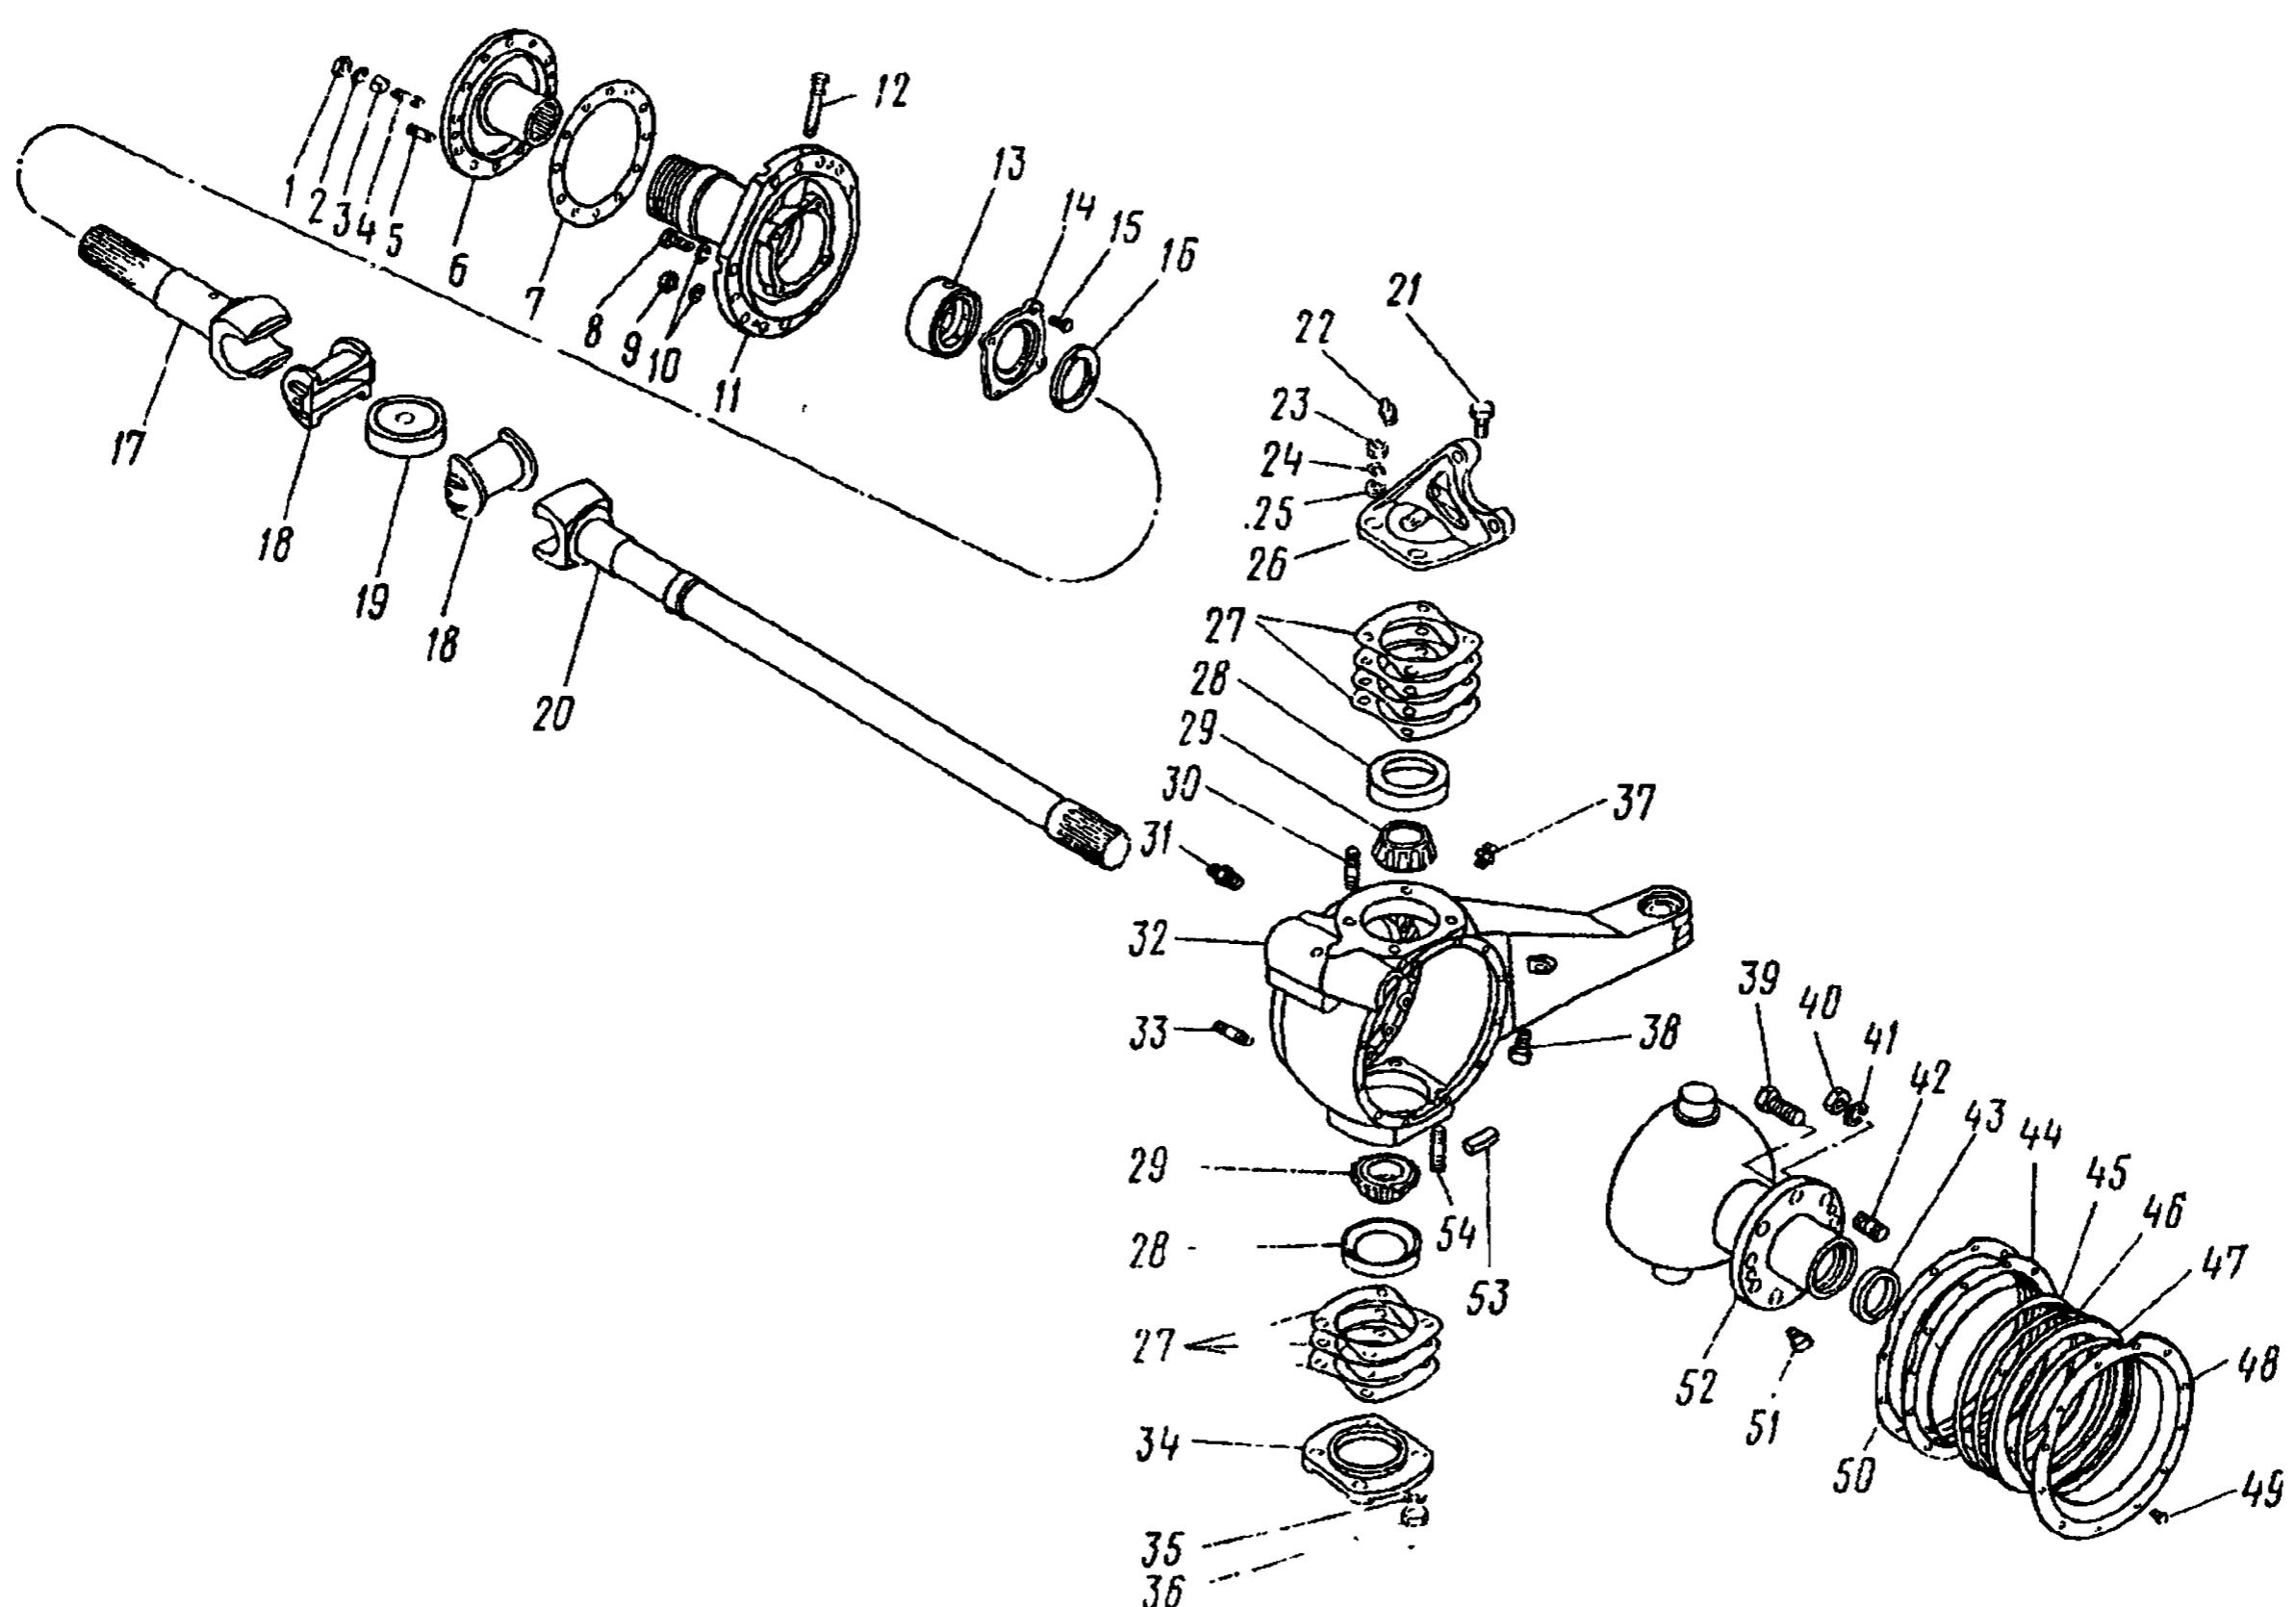

Рис. 201. Поворотный кулак правый переднего моста:
3. Отверните гайки 1 (см. рис. 201) крепления ведущего фланца 6, снимите со шпилек 4 пружинные шайбы 2, разжимные втулки 3, снимите ведущий фланец и прокладку 7	Ключ 19 мм